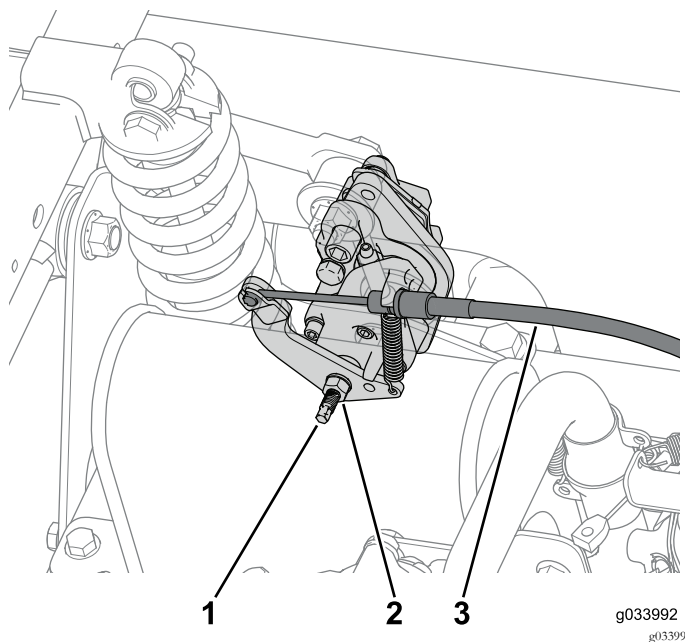

Bild 61
- Lösen Sie die Klemmmutter und drehen Sie die Einstellschraube an beiden hinteren Bremsbacken dann um zwei Umdrehungen nach links (Bild 61).
- Schließen Sie den an jeder Bremsbacke angeschlossenen Feststellbremszug ab (Bild 61).